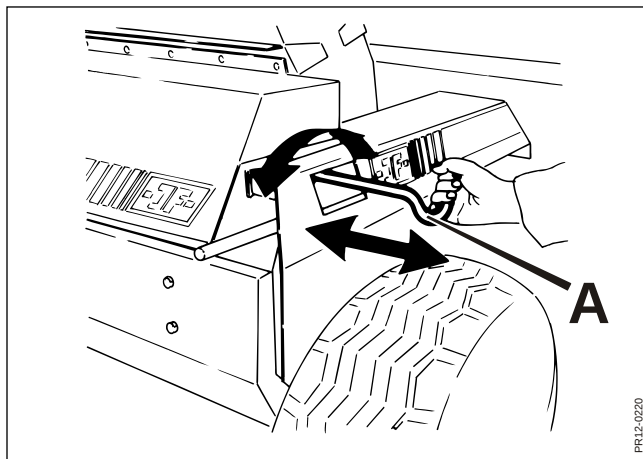

Fig. 4-29
- Fig. 4-29** 7. Håll i handtaget **A** och vrid det försiktigt så att stenen precis kommer i kontakt med knivarna. Dra nu stenen i en långsam, glidande rörelse längs hela rotorn och tillbaka igen. Lägg på lite mera kraft och upprepa sliprörelsen längs hela rotorns bredd så att knivarna blir slipade utefter hela längden.